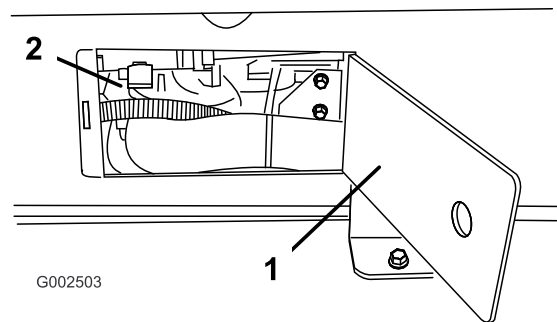

Bild 21
11. Öffnen Sie die beiden Zugangsplatten an beiden Seiten des Behältergestells und stellen Sie sicher, dass keine Schläuche oder Kabel gequetscht sind (Bild 21).